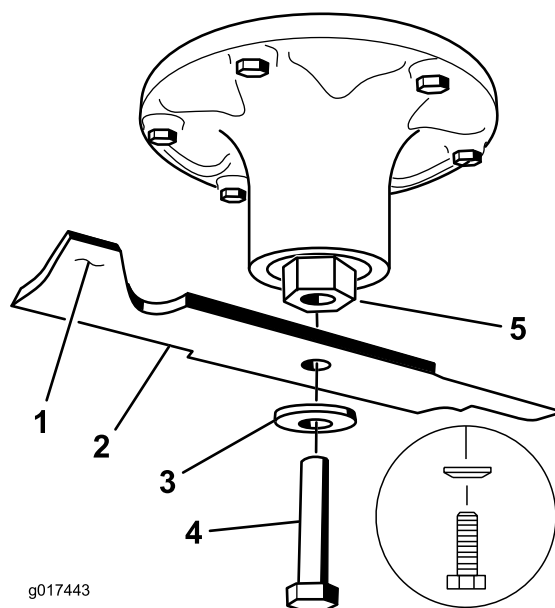

Figure 79
relevée seulement (Figure 79). Répétez la procédure jusqu'à ce que la lame soit équilibrée.
2. Posez la lame, la rondelle élastique et le boulon de lame. Le cône de la rondelle élastique doit être dirigé vers la tête du boulon (Figure 79). Serrez les boulons des lames à un couple de 115 à 150 Nm.